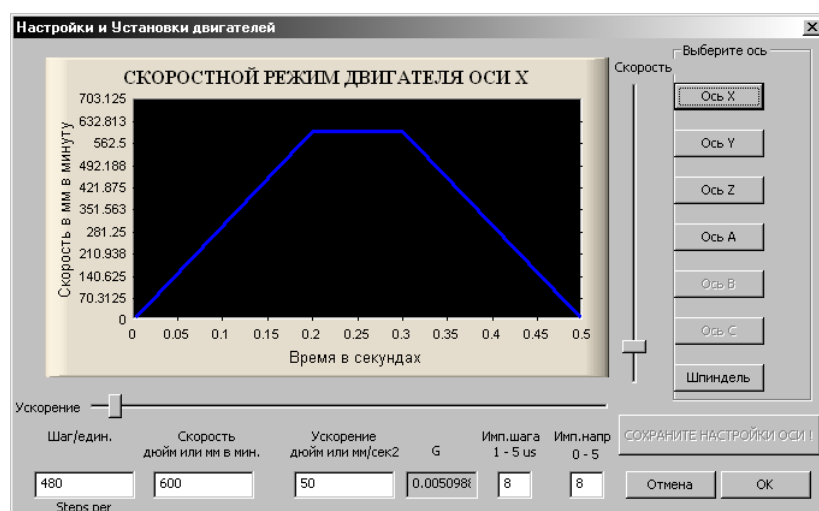

Рис. 5. Окно **Настройка двигателей**.
4. Зайти в меню **Конфигурации – Настройка двигателей (Рис. 5)**. Установить значения **Импульс шага = 8** и **Импульс направления = 8** (эти значения не сохраняются в профиле).